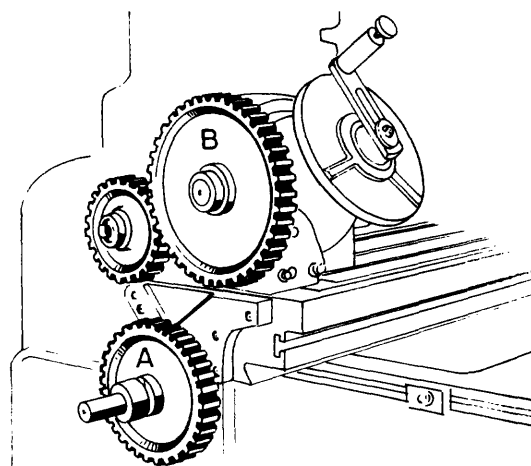

Fig. 8
- a Deslice el primer eje intermedio hasta conseguir un engranaje correcto (fig. 8) y fije.